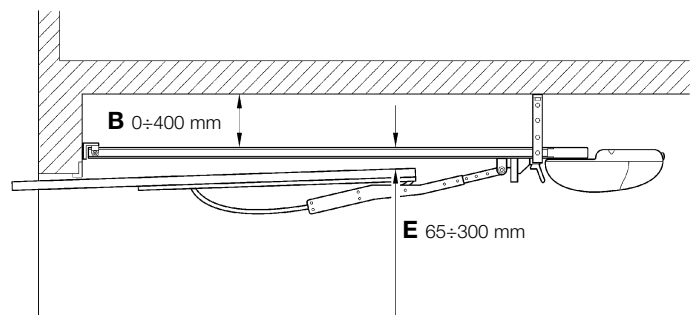

Abbildung 9
- Prüfen, dass das Maß [E] in Abbildung 9, bzw. der Mindestabstand zwischen oberer Führungsseite und Höchstpunkt, der von der oberen Torkante erreicht wird, einen Mindestwert von 65 mm und einen Höchstwert von 300 mm hat. Im gegenteiligen Fall kann GD0 nicht installiert werden.